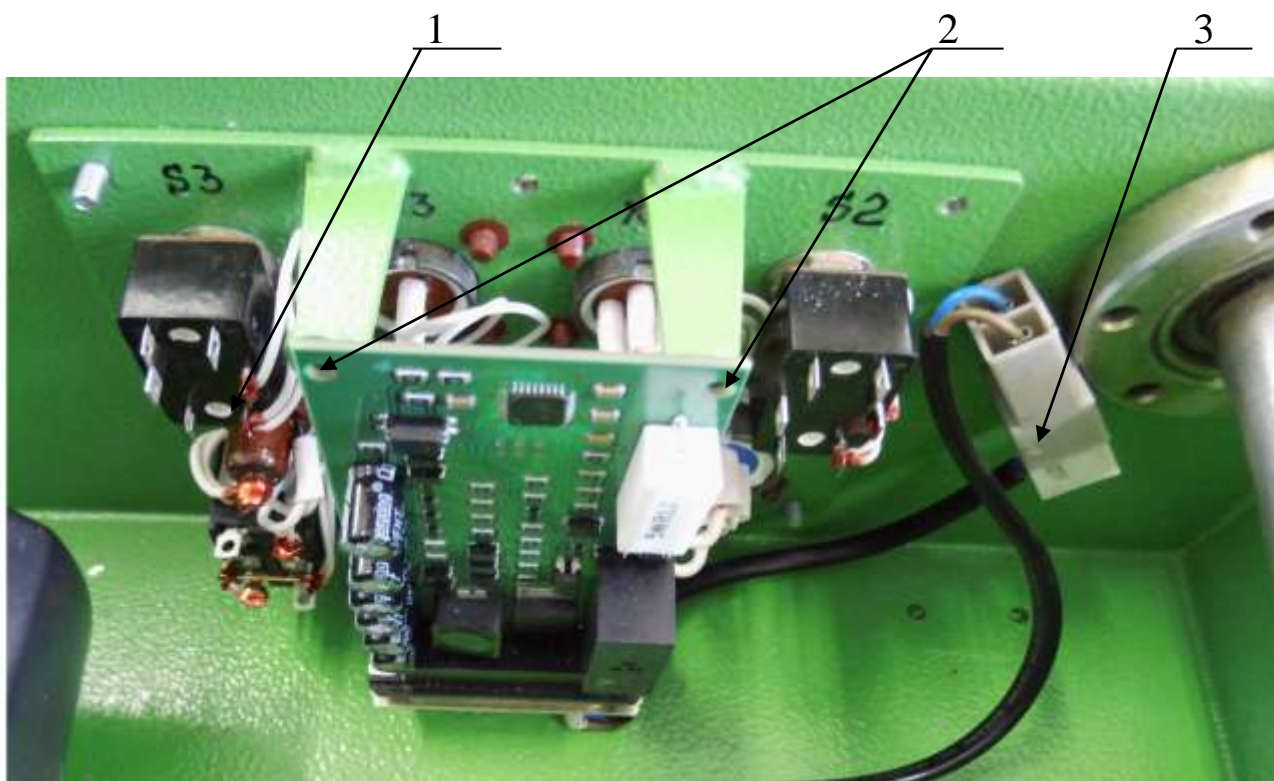

Рисунок 3 – Электроблок
Открутить рожковым ключом на 8 мм разъем кабеля антенны (1) от радиомодема и отсоединить разъем актуатора (3) (см. рисунок 3).